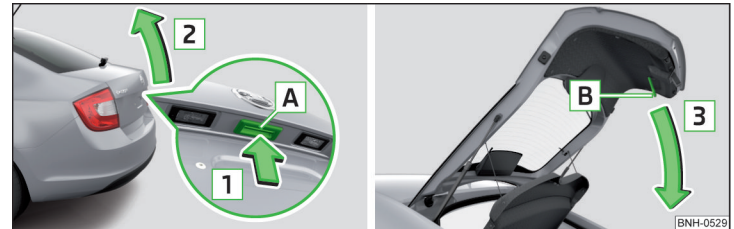

Abb. 40 Gepäckraumklappe öffnen/schließen
- Die Taste **A** in Pfeilrichtung **1** drücken » Abb. 40.